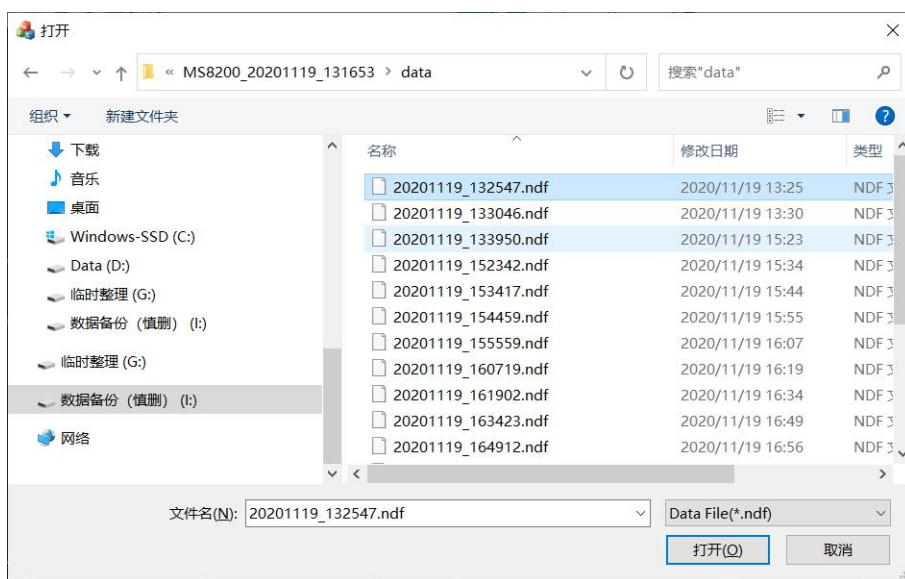

图 3.17 选择回放文件
- (1) 点击『连接网络』按钮右侧出现 已连接 时，表示网络连接成功，可以进行下一步操作；点击复位，右侧显示 断开，则无法进行数据回放；
- (2) 点击右侧 ... 按钮，选择需要回放的数据文件，文件后缀为.ndf，如图 3.17 所示：